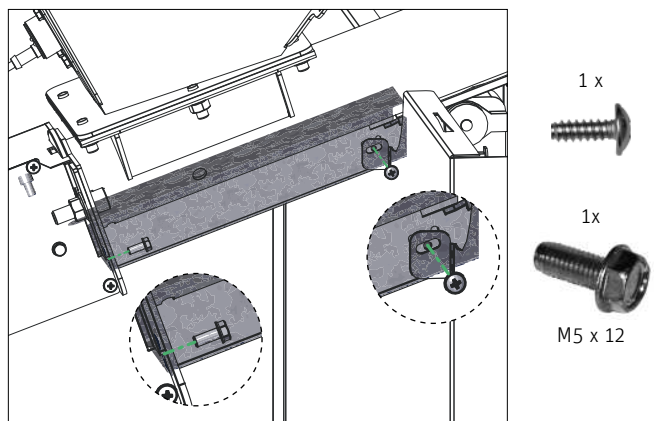

Fig. 103 Zuerst Kabel einlegen, Kabelschacht einhängen und 2 x festschrauben
- ▶ Kabel (Motor Förderschnecke und Näherungsschalter) zuerst in Kabelschacht einlegen, dann einhängen und links mit 1 TT-Schrauben M5 x 12 und rechts mit 1 Blechschraube befestigen – Fig. 103.